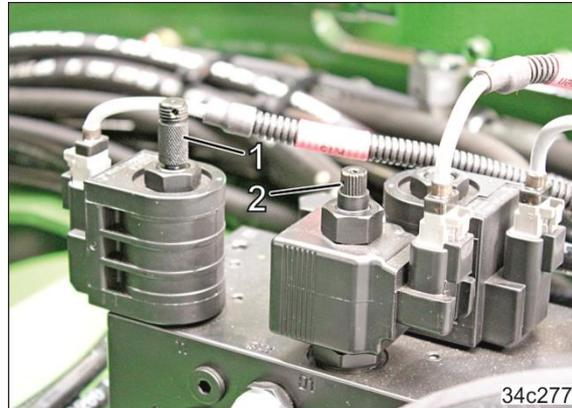

Fig. 19
11. Den Sitz des Ventilgewindestiftes (Fig. 19/2) prüfen:
Der Ventilgewindestift sollte im Ventil eingeschraubt sein. Anderenfalls den Ventilgewindestift (Fig. 19/2) langsam bis zum Anschlag in das Ventil hineindrehen.
12. Den Sitz des Ventilstiftes (Fig. 19/1) prüfen:
Der Ventilstift (Fig. 19/1) sollte im Ventil stecken. Anderenfalls den Ventilstift (Fig. 19/1) soweit verdrehen, bis der Ventilstift nachgibt und im Ventil steckt.